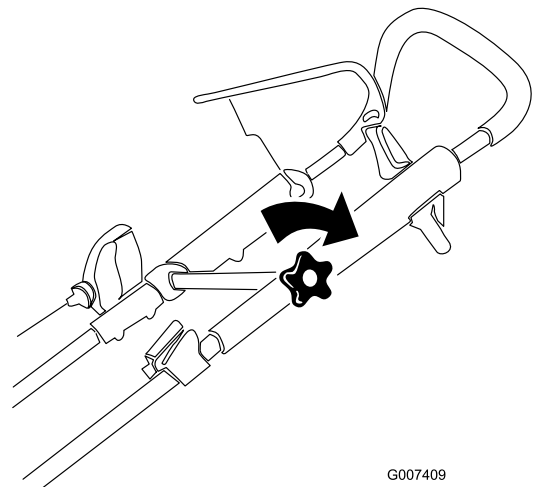

Figura 19
3. Apriete firmemente el pomo del manillar superior (Figura 19).